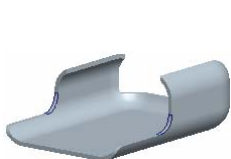
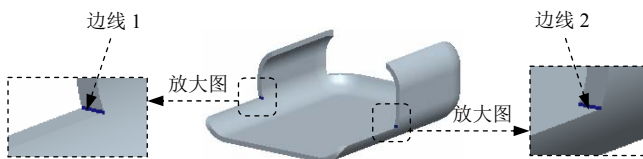

图 5.38.15 倒圆角特征 3
图 5.38.16 选取边线
Step10. 添加图 5.38.15 所示的倒圆角特征 3。在模型上选择图 5.38.16 中的两条边线，圆角半径值为 4.0。